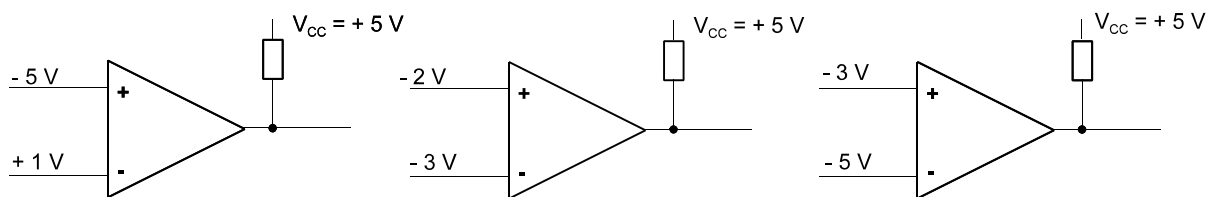

Abb. 8
- Z3. Welche Ausgangsspannungen ergeben sich an den Komparatoren gemäß Abb. 8? (3 Punkte)